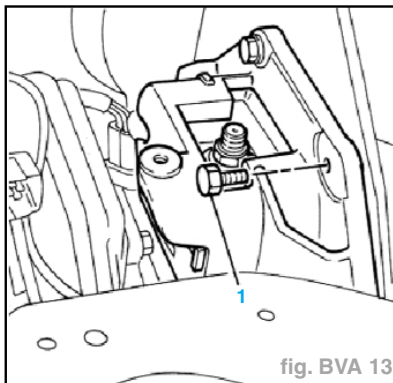

fig. BVA 13
- Dévisser les vis de fixation sur caisse du tampon de support moteur, côté BV (1) (fig. BVA 13).